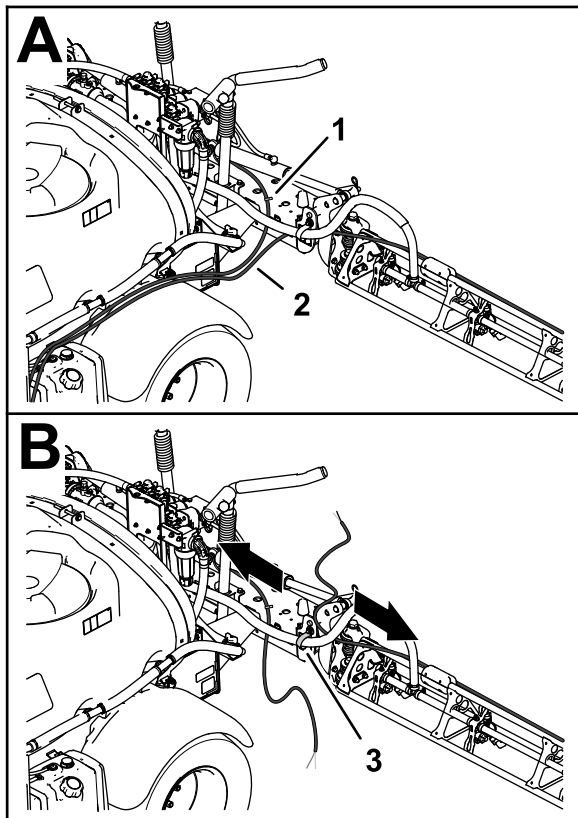

図 17
2. 左右のブームで、泡ノズルからチューブを外し、ブームの支点近くにある R クランプから抜き出す 図 17。